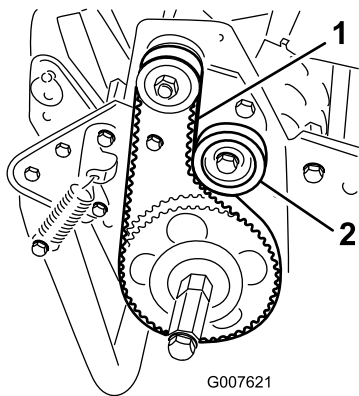

Figura 38
2. Compruebe la tensión presionando la correa en el punto intermedio entre las poleas (Figura 38) con una fuerza de 18 a 22 N.
- A. Afloje la tuerca de montaje de la polea tensora y pivote la polea tensora en sentido horario contra la parte trasera de la correa, hasta obtener la tensión deseada (Figura 38).